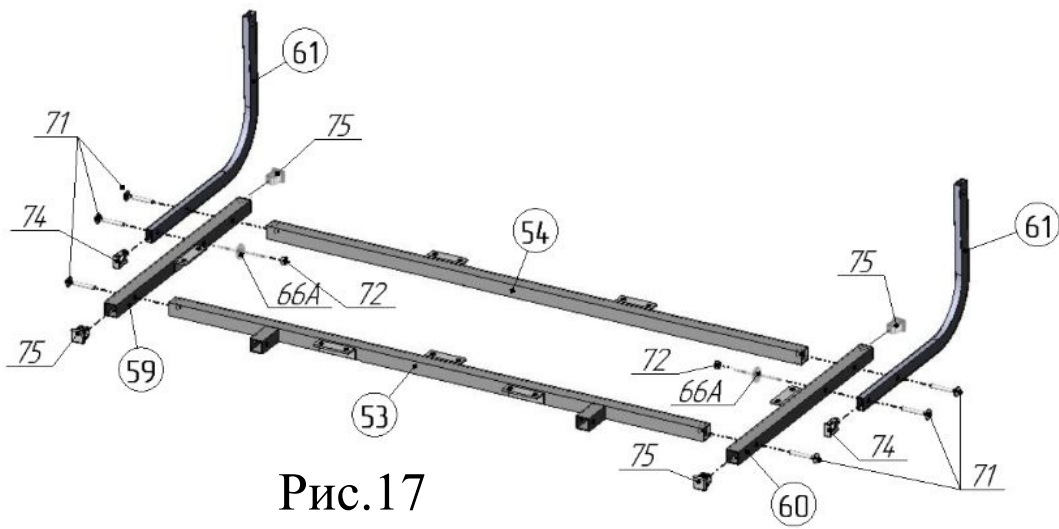

Рис.17
19. В тяги-уголки поз.61 вставить заглушки 10x20 поз.74 (рис.17). К штангам поз.53,54 присоединить штанги поз.59,60, тяги-уголки поз.61, используя винты М6х40 поз.71,
в соответствии с рисунком 17. В двух местах соединить штанги поз.59,60 с тягами-уголками поз.61, используя гайки М6 со стопорным кольцом поз.72, винты М6х40 поз. 71, шайбы  $\phi 6 \times 18$  стальные поз.66А. В торцы штанг поз.59,60 вставить заглушки 20x20 поз.75 (рис.17).